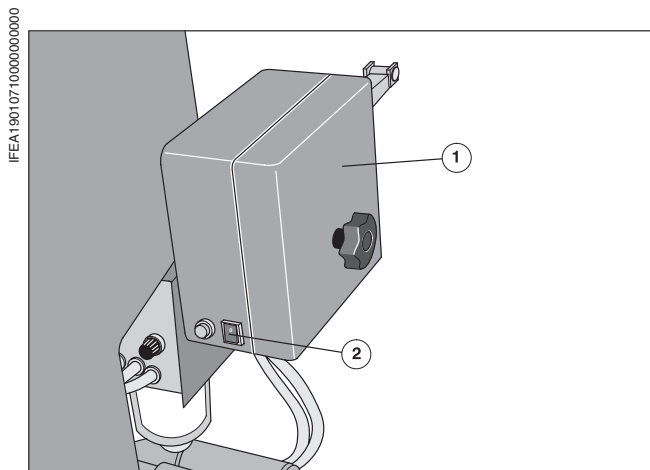

Рис. 18 Устройство вкладки разделительных полосок бумаги
С помощью устройства вкладки разделительных полосок бумаги (Рис. 18/①) можно через заданное количество листов (= размер комплекта) вкладывать в стопель на приемке разделительные полоски бумаги.
Условие: устройство вкладки разделительных полосок бумаги включено (Рис. 18/②), функция "УСТРОЙСТВО ВКЛАДКИ РАЗДЕЛИТЕЛЬНЫХ ПОЛОСОК БУМАГИ ВКЛ." задана на пульте управления. Устройство (Рис. 18/①) подведено к машине; на Рис. 18 устройство отведено от машины.